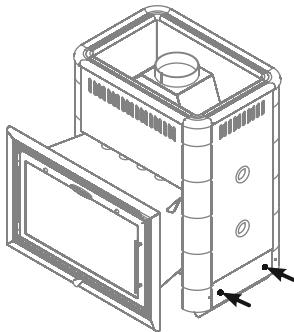

Рисунок 12. Демонтаж заглушкы для переустановки зольного ящика.
2. Демонтировать заглушку на противоположной стороне топке, открутив два самореза (см. рисунок 12)